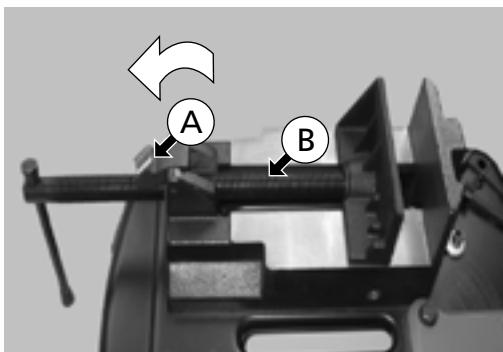

Fig. 15
1. Soulever et faire tourner la vis (A) d'un « demi filet » dans le sens de la flèche - (fig. 15).
Éléments des fig. 15 à 18